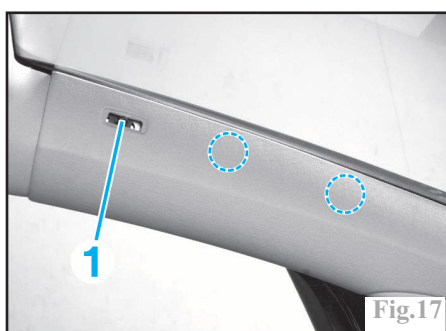
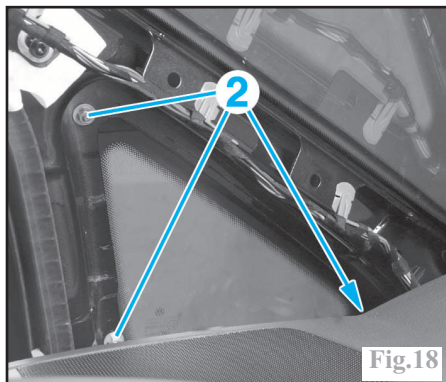

Fig.17
Fig.18
Après avoir enlevé le cache, déposer la vis de fixation (**Torx T20**) (1) de la garniture de montant de pare-brise (Fig.17). Dégraffer la garniture de montant de pare-brise puis la déposer. Déposer les 3 écrous (2) (Fig.18). Déposer la vitre (3).
Après avoir enlevé le cache, déposer la vis de fixation (Torx T20) (1) de la garniture de montant de pare-brise (Fig.17).